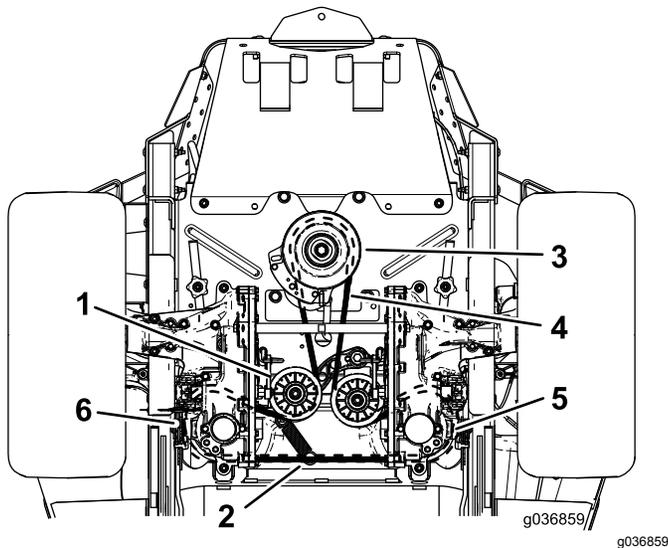

図 67
- 機体をもち上げて、ジャッキスタンドで支える 図 67。
6. ポストからアイドラスプリングを外す 図 67。
8. エンジンプーリと2つの油圧ポンププーリに新しいベルトを掛け回す 図 67。